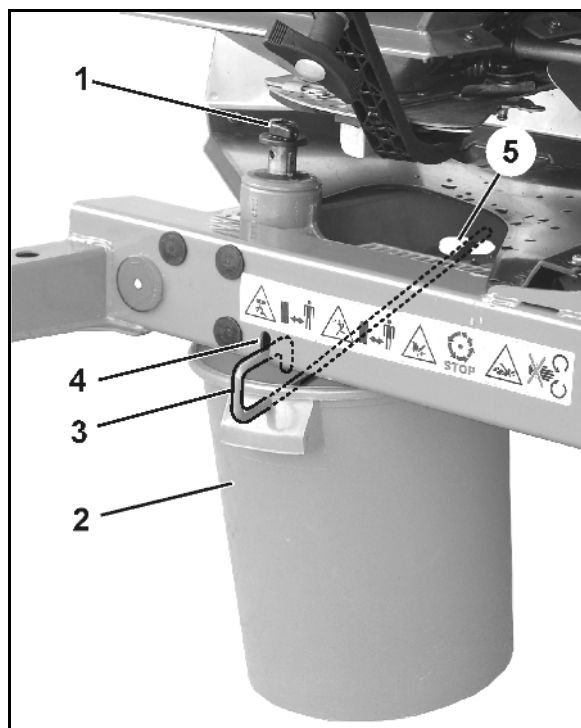

Fig. 66
1. Fjern vingemøtrikken (Fig. 66/1).
For at sikre en nøjagtig indstilling af de enkelte spredeskivstillinger uden brug af værktøj er der placeret to forskellige skalaer (Fig. 66/1 og Fig. 66/2), som ikke kan forveksles, på hver spredeskive.
- Den korteste spredeskiv (Fig. 66/3) har en skala (Fig. 66/1) med værdier fra 5 til 28, og den længste spredeskiv (Fig. 66/4) en skala (Fig. 66/2) med værdierne 35 til 55.
- Aflæs indstillingsværdien for den korte spredeskiv (Fig. 66/3) på aflæsningskanten (Fig. 66/5).
- Aflæs indstillingsværdien for den lange spredeskiv (Fig. 66/4) på aflæsningskanten (Fig. 66/6).
- Når spredeskivene drejes til en højere talværdi på skalaen (Fig. 66/1 el. Fig. 66/2), bliver arbejdsbredden større.